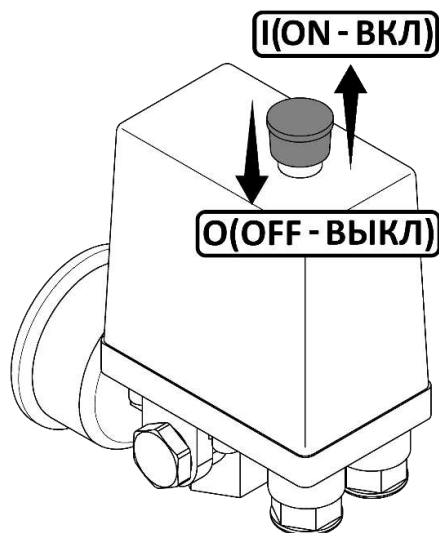

Рисунок 5
- Проверить, чтобы выключатель на реле давления находился в выключенном положении O (рисунок 5).
- Включить компрессор выключателем на реле давления. Для этого необходимо переключить выключатель в положение I (рисунок 5). Кнопка выключателя имеет фиксированные положения